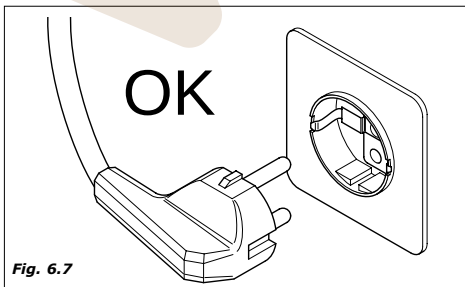

Fig. 6.7
- El distribuidor está dotado de un cable de alimentación H05VV-F 3x1,5 mm² , con clavija SCHUKO (Fig.6.7).